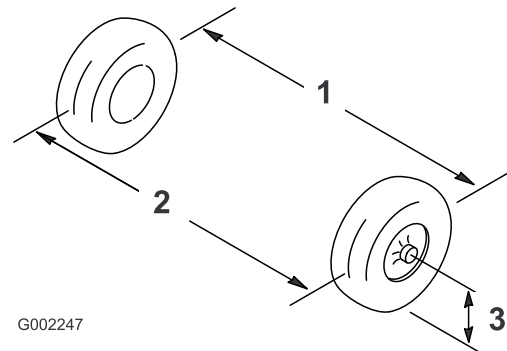

Figure 83
2. Mesurez la distance entre les roues avant à hauteur d'essieu, à l'avant et à l'arrière des roues (Figure 83).
8. Démarrez le moteur en ayant serré légèrement le bouchon sur le radiateur (Figure 83).